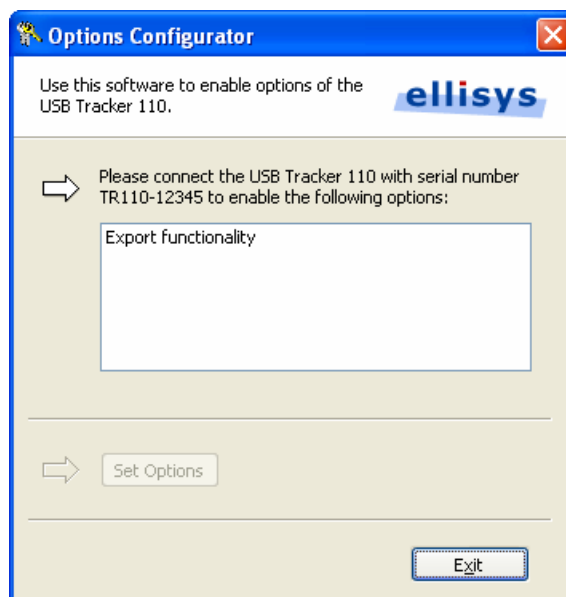

Figure 32 - Logiciel attendant la connexion d'un analyseur
3. Exécutez le logiciel. Il va afficher le numéro de série de l'analyseur pour lequel il est prévu (voir Figure 32).